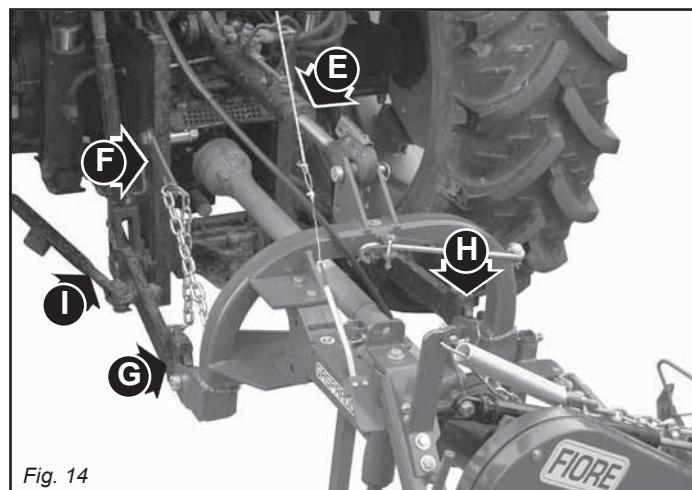
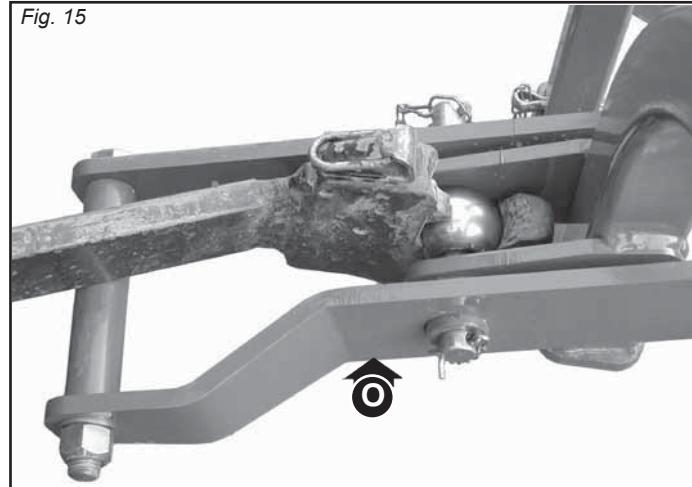

Fig. 14
Fig. 15
- 1 - Закрепите кронштейны подъёмного устройства на специально предназначенных штифтах (G и H, Рис. 14). Подъёмный кронштейн (O, Рис. 15) должен находиться под кронштейном трактора. Заблокируйте защёлкивающимися штифтами.
- 2 - Подсоедините третью, верхнюю, точку и осуществите правильную регулировку при помощи тяговой штанги (E, Рис. 14). Пластина (F, Рис. 14) должна находиться справа от тяговой штанги, жёстко закреплённая на штифте. Штифт должен быть заблокирован специальной шпилькой.
- 3 - При помощи специальных распорок (I, Рис. 14) заблокируйте кронштейны, чтобы они находились параллельно трактору. Это необходимо сделать, чтобы предупредить како-либо горизонтальное смещение косилки.